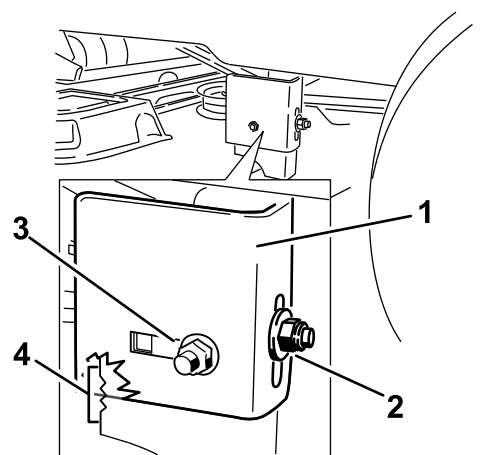

Figura 54
- Afloje la tuerca de bloqueo trasera de la pletina de suspensión justo lo suficiente para poder retirar la pletina (Figura 54).
10. Cuando la carcasa esté en la posición deseada, apriete la tuerca de bloqueo trasera de la pletina de suspensión para fijar la posición nueva (Figura 54). Apriete la tuerca de bloqueo lateral de la pletina de suspensión.